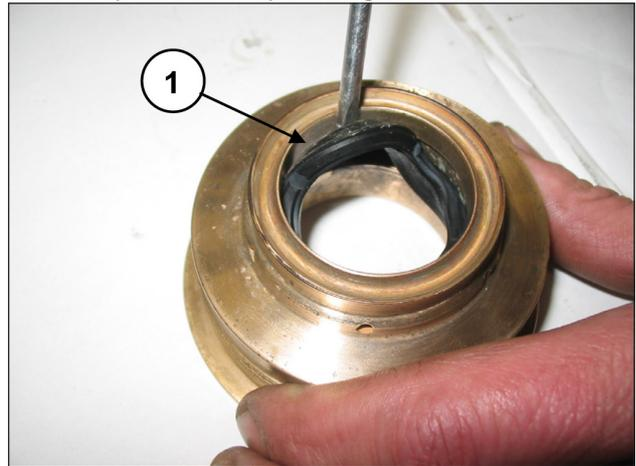

Fig. 148
Para remover o forro de baixa pressão, é necessário usar um medidor de espessura ou uma ferramenta que não danifique o local do suporte do forro (pos. ①, Fig. 148).